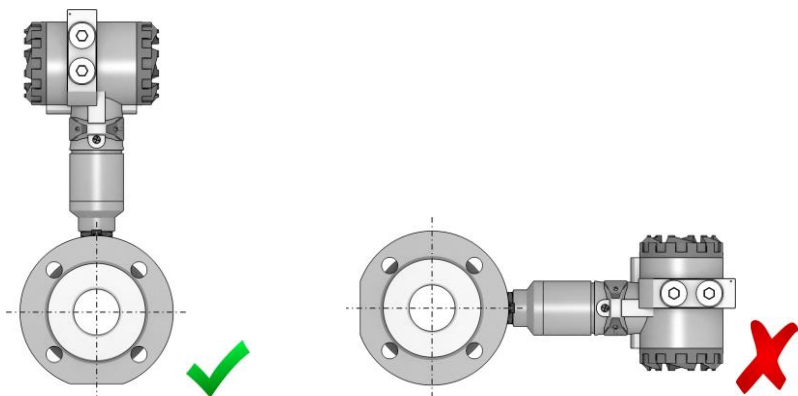

Рисунок 3.8 – Монтаж расходомера в горизонтальном трубопроводе
3.1.4.10 Монтаж ППР в горизонтальный трубопровод выполняется перпендикулярно продольной оси трубопровода. Расходомер должен быть расположен вертикально (рисунок 3.8).